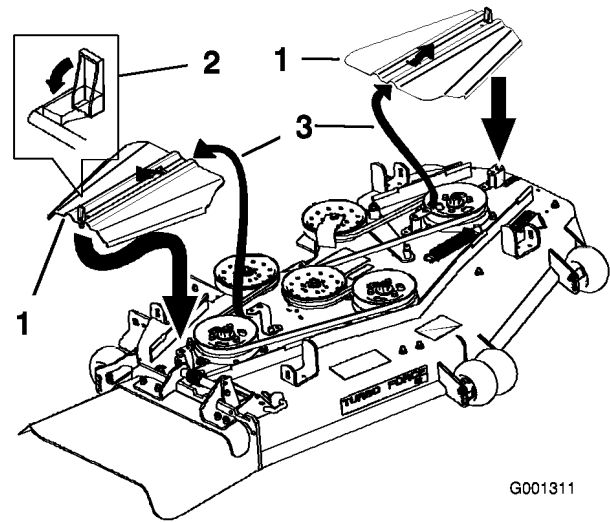

Figura 52
10. Instale las cubiertas de la correa y cierre los enganches (Figura 52).